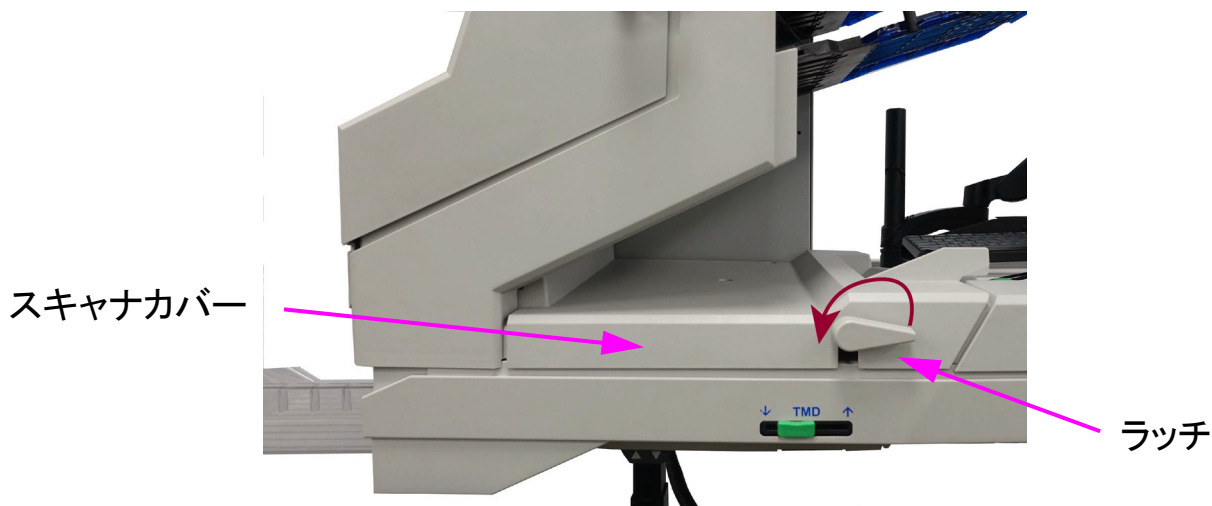

図 4-28 : スキャナへのアクセス
1. ラッチを反時計方向に回して、スキャナカバーを外します。スキャナカバーを開位置になるまで回します (図 4-28)。